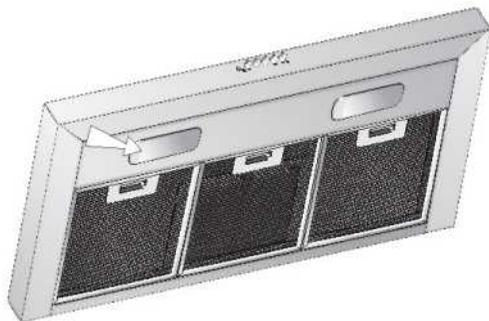

Fig. 3A
- Per la eventuale sostituzione delle due lampade montate bisogna prima togliere i filtri antigrasso per poter accedere al portalampane e svitare la lampada o le lampade da sostituire (Fig. 3A).